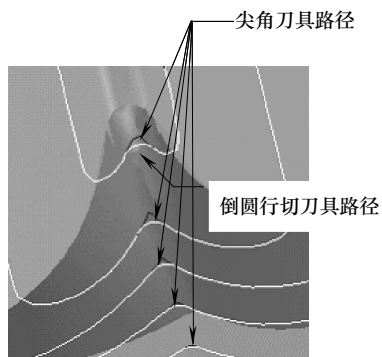

图 4-11 倒圆行切刀具路径
(1) 轮廓光顺 轮廓光顺即倒圆行切加工方法，它的功能是每个切削层上的刀具路径在零件尖角部位倒圆角处理，以避免刀具侧吃刀量 a_e 以及方向的急剧变化，如图 4-11 所示。